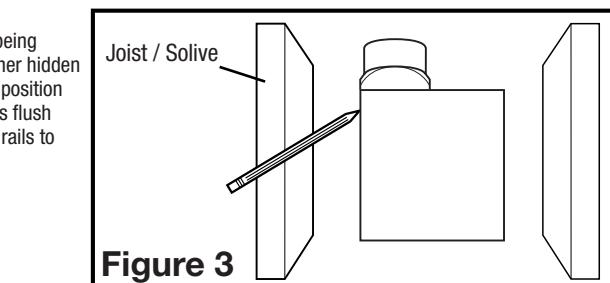

Figure 3
- Set housing in position between the joist and trace an outline onto the ceiling material (Figure 3). Set housing aside and cut opening, being careful not to cut or damage any electrical or other hidden utilities. Install the side rails on the housing and position the housing in the previously cut hole so that it is flush with the finished ceiling. Secure the ends of the rails to the joists (Figure 2).
- Placer le châssis en position entre les solives et tracer un contour sur le matériau du plafond (Figure 3). Mettre le châssis de côté et découper l'ouverture, en prenant soin de ne pas couper ou endommager des câbles électriques dissimulés ou autres utilités. Installer les traverses sur le châssis et positionner le châssis dans le trou percé précédemment afin qu'il soit à effleurement avec le plafond fini. Fixer les extrémités des traverses aux solives (Figure 2).